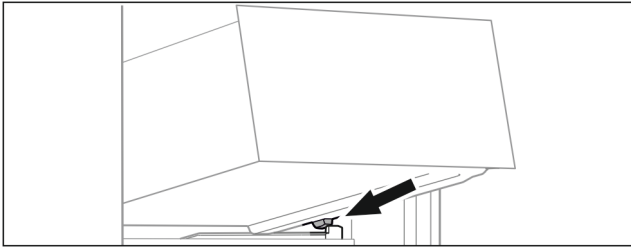

Fig. 15
- ▶ Lade schuin achter de stoppers op de containerrib plaatsen Fig. 15 (1).